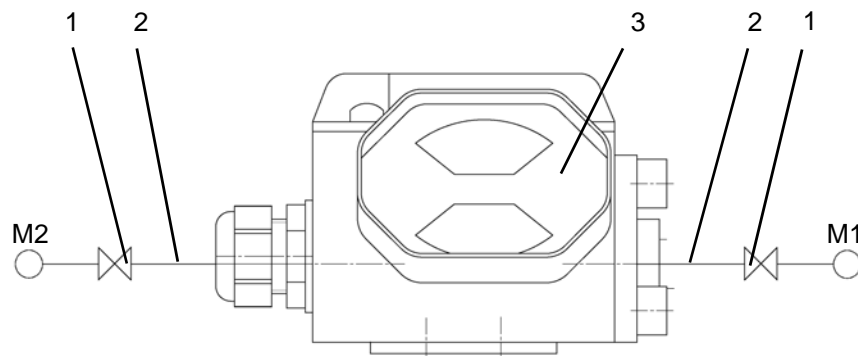

Abb. 5-1 Montageschema
- ▶ Schließen Sie die Steuerleitung gemäß der Abb. 5-1 "Montageschema" an dem Differenzdruckanzeiger an. Das Gehäuse darf dabei nicht verspannt oder beschädigt werden. Verwenden Sie geeignete Dichtmittel (z. B. Teflonband oder flüssiges Dichtmittel).